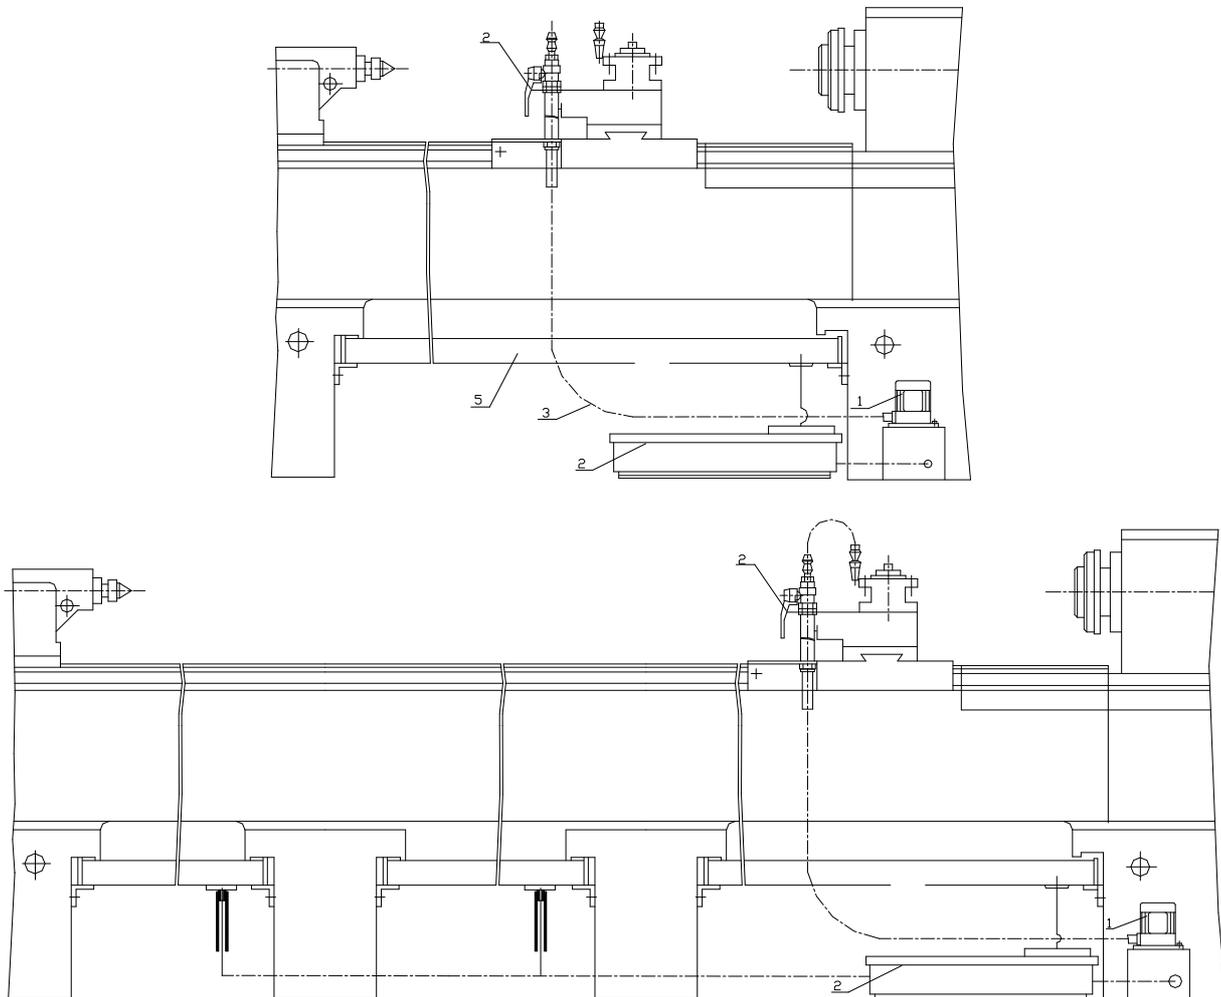

Рис.9
9. ОХЛАЖДАЮЩАЯ УСТАНОВКА (РИС. 9)